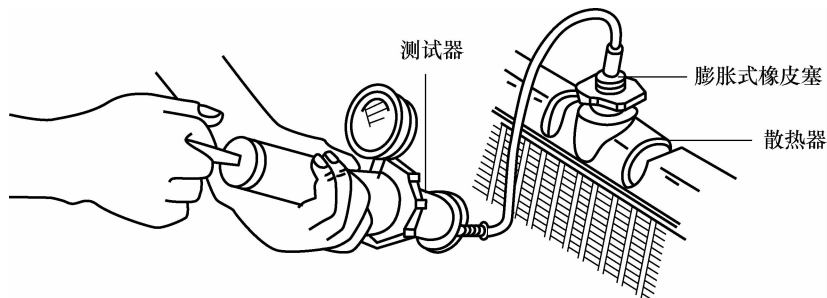

图 2-48 用压缩空气检查散热器的密封性
(2)用压缩空气法检查散热器。对于清除水垢后的散热器的漏水检验,可以将散热器的进水管用膨胀式橡皮塞,然后放入清水池内,再向散热器注入压缩空气(见图 2-48)。如散热器各处冒气,形成气泡,则说明散热器已严重腐蚀。如冒气地点不多,说明不严重,应在冒气地点找出渗漏位置,做好记号准备修复。